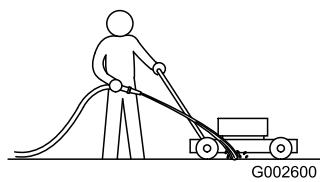

Bild 18
- Lassen Sie den Motor bei eingekuppeltem Messer laufen und sprühen Sie Wasser vor das **rechte Hinterrad** (Bild 18).